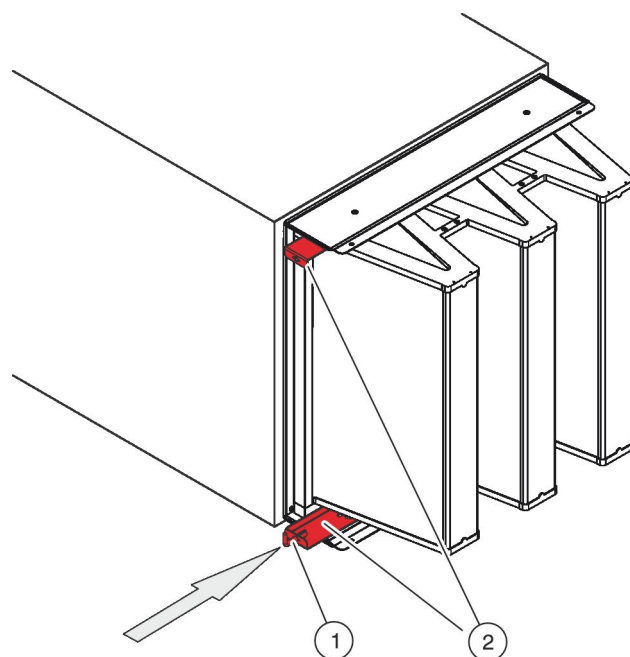

Рис. 62: Вставка зажимных рейлов
7. ▶ Используйте специальный ключ (Рис. 62/1), чтобы задвинуть съемные рейлы (Рис. 62/2) до упора.